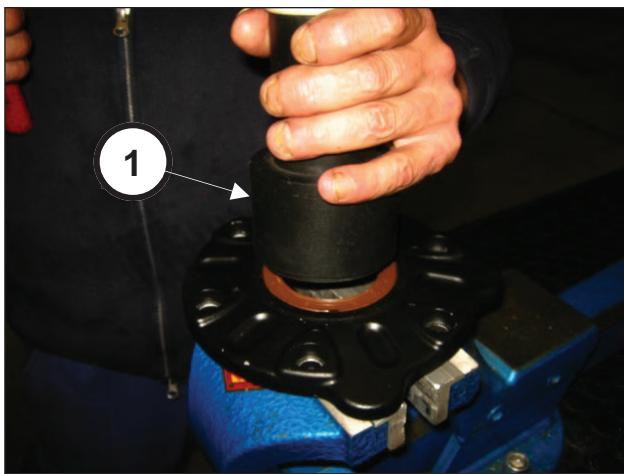

Fig. 77
Introducir el retén en la tapa del piñón utilizando la herramienta cód.27548200 (pos. ①, Fig. 77).